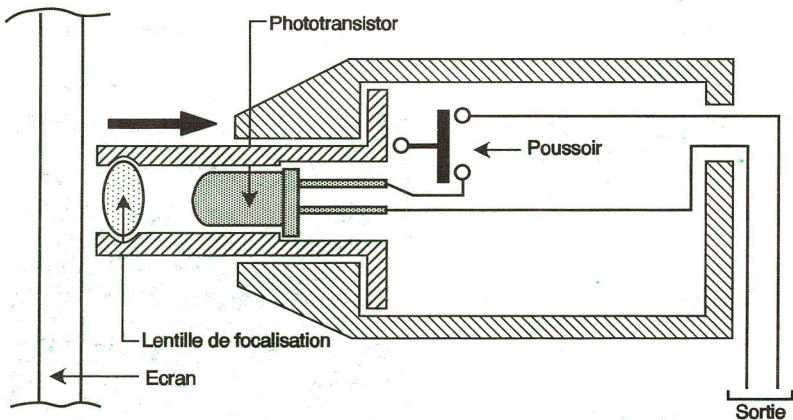

Fig 2
- Munir le crayon optique d'un système mécanique qui actionne un bouton poussoir lorsque le crayon est appuyé sur l'écran (fig. 2).